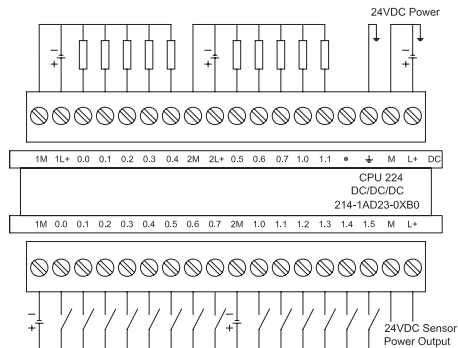

图2: CPU224 DC/DC/DC接线图
- 1、CPU224 DC/DC/DC接线如图2所示。该CPU为24V直流电源供电，接线时请关闭电源。